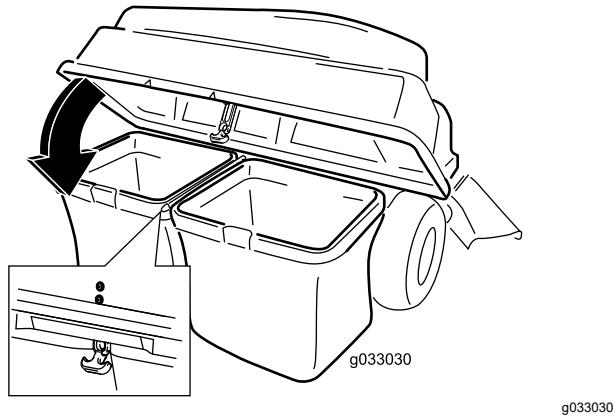

Figura 23
- Coborâi partea superioară a sistemului de colectare pe saci (Figura 23).
- Fixai capota cu elementul de fixare (Figura 23).